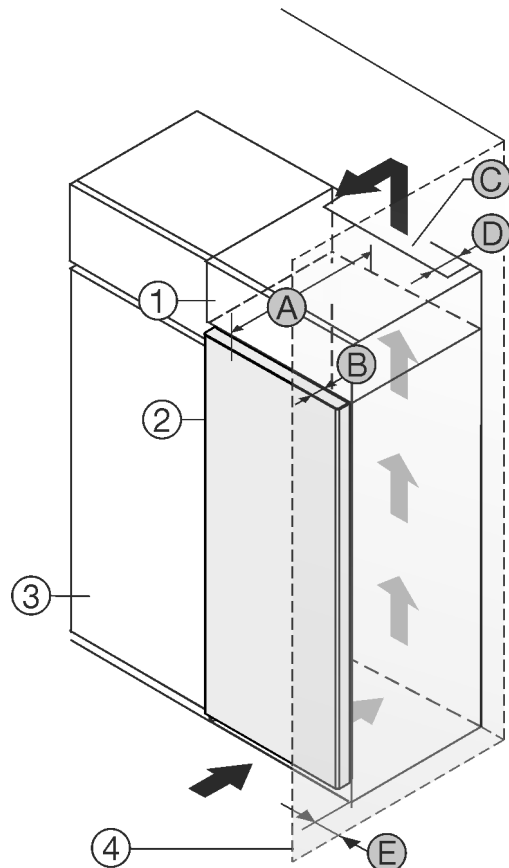

Fig. 1
Te saate seadme vahetult köögikapi Fig. 1 (3) kõrval üles panna.*
Pealiskapi tagaküljel peab olema vähemalt sügavusega Fig. 1 (D) kogu pealiskapi laiune heitõhušaht.*
Ruumi lae all tuleb ventilatsiooniristlõikest Fig. 1 (C) kinni pidada.*
Kui panete seadme šarniiridega seina Fig. 1 (4) kõrvale üles, siis peab olema seadme ja seina vahekaugus vähemalt 13 mm.*
Kui panete seadme šarniiridega seina Fig. 1 (4) kõrvale üles, siis peab olema seadme ja seina vahekaugus vähemalt 20 mm.*
Võimaldamaks ust täielikult avada, peab seade vähemalt ukse sügavuse Fig. 1 (B) võrra köögikapi esiseinast ettepoole ulatuma. Köögikappide Fig. 1 (3) sügavusest ja seinavahehoidikute kasutamisest sõltuvalt võib seade rohkem välja ulatuda.*